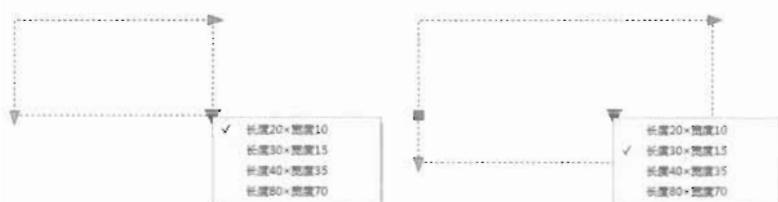

图 8-65
(14) 插入动态块并选中它时，单击向下箭头可以从下拉选项中进行选择，如图8-65所示。